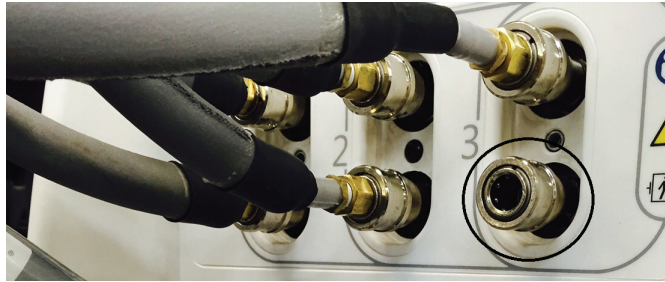

Figura 5-29: Mangueira desligada
- Desligue a mangueira inferior da porta inferior direita (Figura 5-29 na página 5-46).